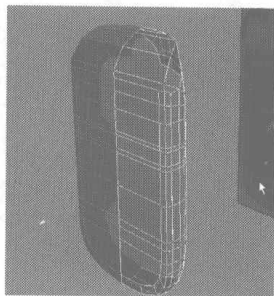
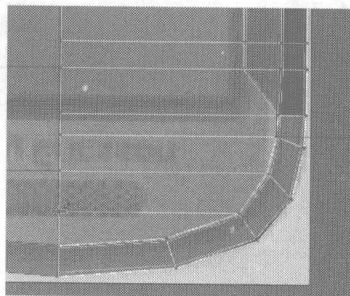

图 4.179
图 4.180
- 15** 在 Back 视图中为手机内显示屏上添加一条如图 4.179 所示的边线, 再在下方用 Cut 命令添加几条如图 4.180 所示的细分线。